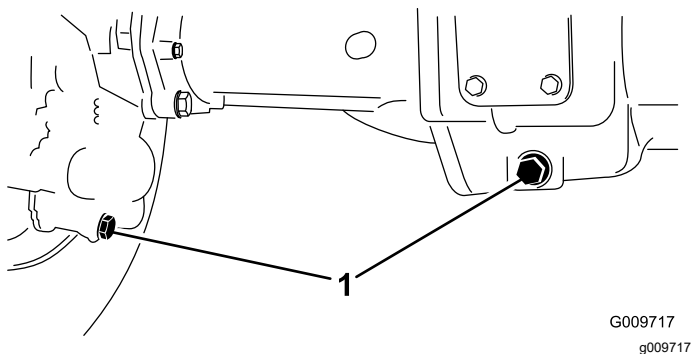

Figura 110
2. Limpie la zona alrededor de los tres tapones de vaciado, uno en cada extremo y uno en el centro (Figura 110).